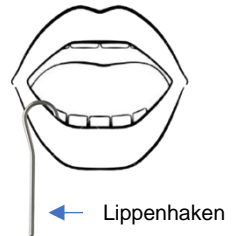

Abbildung 5
2. Hängen Sie den Lippenclip an der Lippe des Patienten ein - siehe Abbildung 5.